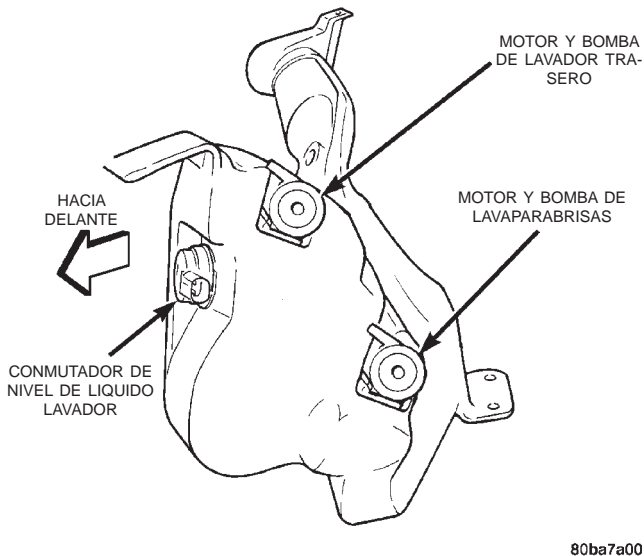

Fig. 21 Bombas de lavadores (vistas desde la parte inferior del depósito)
(2) Eleve y apoye el vehículo.
(3) Retire el revestimiento del alojamiento de la rueda del guardabarros delantero izquierdo. Para obtener información sobre los procedimientos, consulte **Guardabarros delantero** en la sección Desmontaje e instalación del grupo 23 - Carrocería.
(4) Desconecte el conector del mazo de cables del faro izquierdo y del tablero del receptáculo del conector de la bomba del lavaparabrisas o lavador trasero que no funciona (Fig. 21).